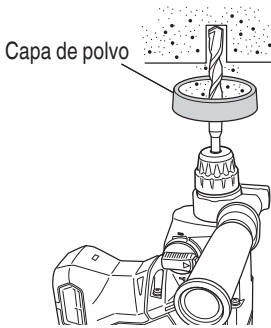
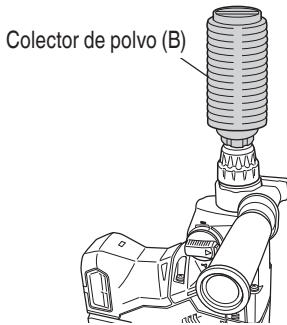

Fig. 9
Fig. 10
4. Cuando instale la copa de polvo o el lector de polvo (B) (Accesorios facultativos) (Fig. 9, Fig. 10)
Emplee la copa de polvo instalando la broca como se muestra en la Fig. 9.
- Instalación del colector de polvo (B)
Para emplear el colector de polvo (B), insértelo desde la punta de la broca alineándolo con la ranura de la empuñadura. (Fig. 10)